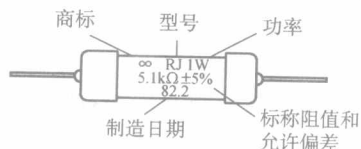

图 1-6 直标法表示的电阻器
(1) 直标法 如图 1-6 所示。
(2) 文字符号法 如 5K1 表示 $5.1\text{k}\Omega$, $5\Omega 1$ 表示 5.1Ω , 4M7 表示 $4.7\text{M}\Omega$ 。
(3) 数码法 两位数码, 如“15”表示 100000Ω ; 三位数码, 如“103”表示 10000Ω 。前面的数字表示有效数字, 末位数字表示零的个数。这种标注方法在贴片电阻器上广泛采用。